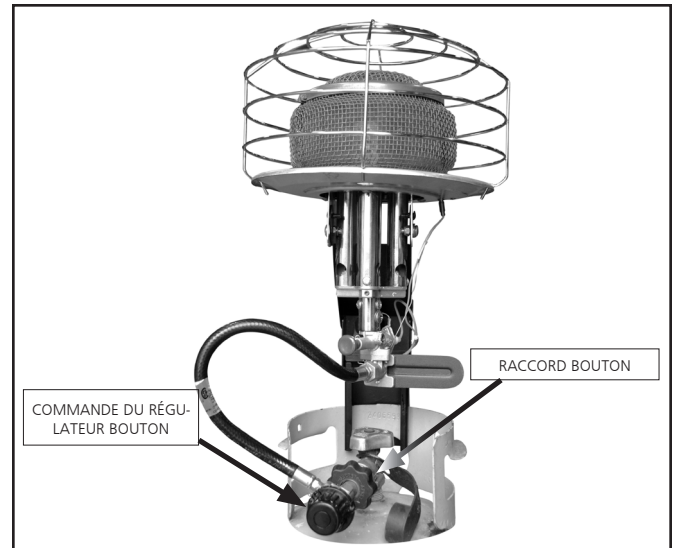

Figure 2
5. Assurez-vous que le régulateur du chauffage est en mode "OFF". Insérez le tuyau dans la valve du réservoir et tournez le bouton dans le sens contraire de la montre tout en serrant. Ne pas trop serrer. (Figure 2)